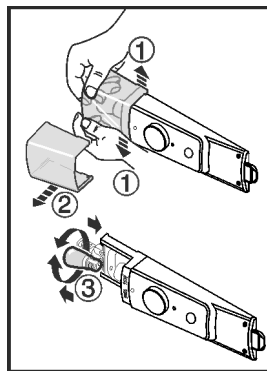

Fig. 10
- ▶ Suruge lambikate joonisel kujutatud viisil eesmise piirkonnas seestpoolt laiali Fig. 10 (1) ja tõmmake küljele maha Fig. 10 (2).
- ▶ Vahetage lamp välja. Fig. 10 (3)